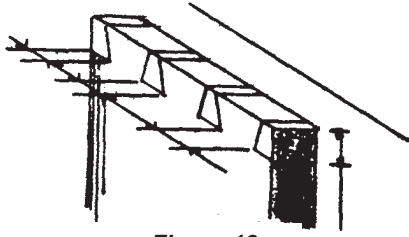

Figura 18
- Traza las medidas de las espigas y colas de milano en uno de los extremos de las dos piezas (figura 18).